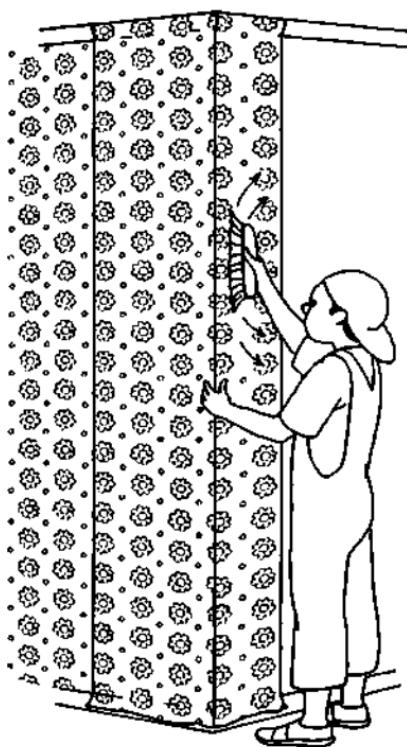

Рис. 27. Оклейка внешнего угла
**Внешние углы.** Такой угол можно заклеить полным полотнищем. Разглаживать его надо от угла к кромкам (рис. 27).